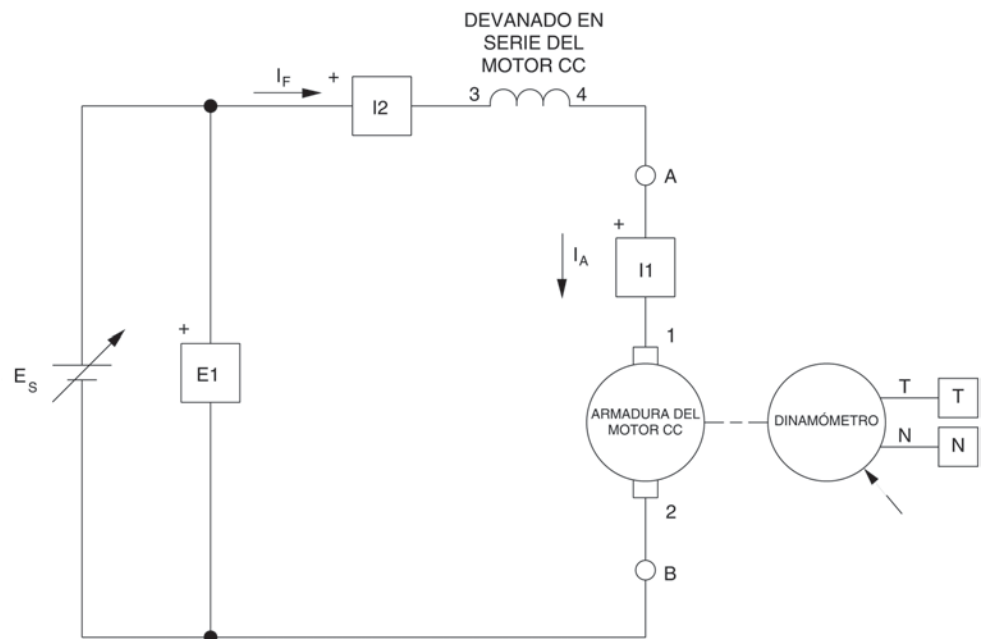

Figura 3-11. Motor serie acoplado al Dinamómetro.
En la primera parte del ejercicio, usted montará el equipo en el Puesto de trabajo, lo conectará como lo muestra la Figura 3-11 y realizará los ajustes apropiados en el módulo Motor de impulsión / Dinamómetro.
- 5. Monte el circuito del motor serie que muestra la Figura 3-11.
9. Invierta las conexiones de la armadura en los puntos A y B, mostrados en la Figura 3-11.
Invierta las conexiones de la armadura en los puntos A y B, mostrados en la Figura 3-11. Los módulos deberían quedar conectados como lo indica dicha figura.
12. Invierta las conexiones de la armadura en los puntos A y B, mostrados en la Figura 3-11.